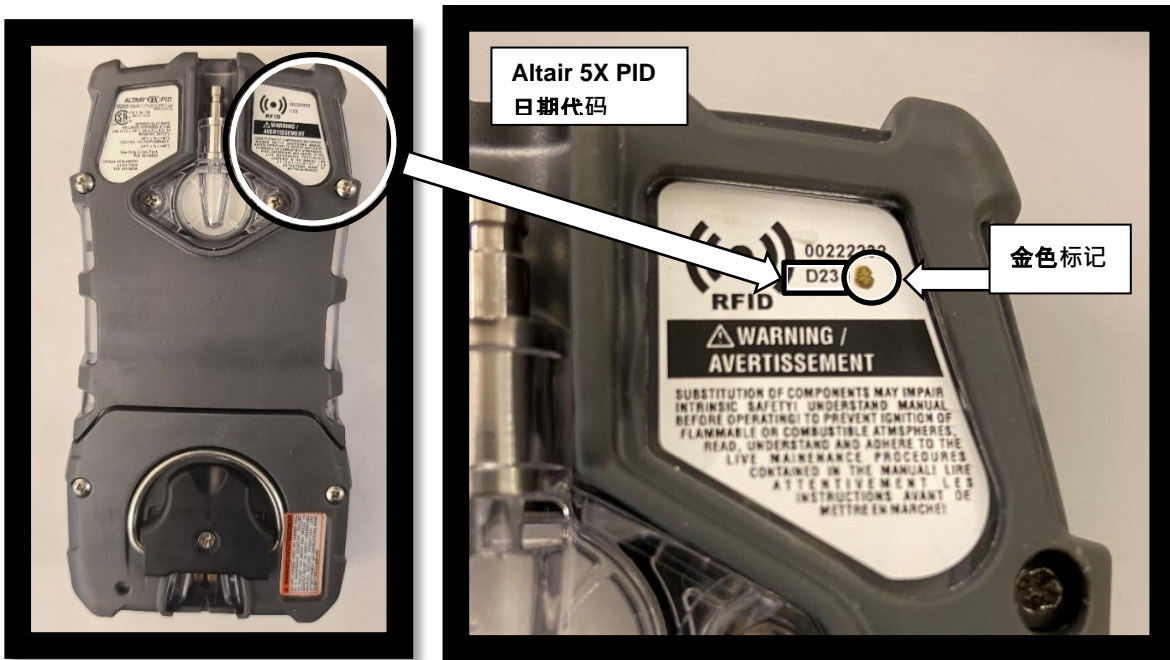

图 2 - Altair 5X PID 日期代码识别
2. 欲查找 Altair 5X PID 的日期代码，请参考设备背面的日期代码。（图 2）
- a. 如果您的 Altair 设备带有如图 2 所示的金色标记，